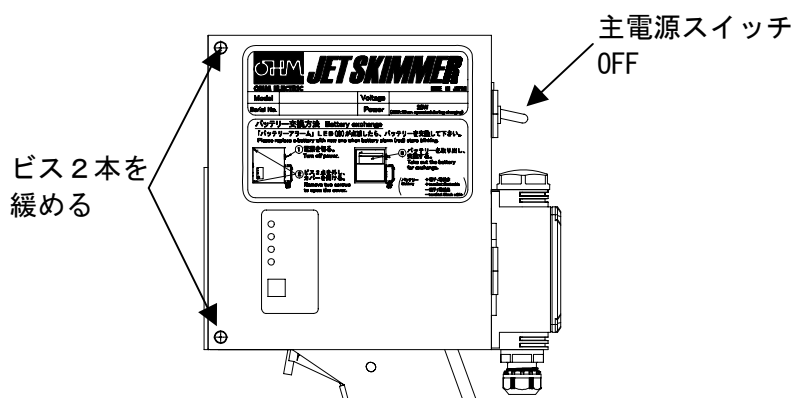

図5
- ①主電源スイッチをOFFにします。
- ②図5に示す制御ボックスカバーのビスを2本緩めます。
- ③制御ボックスカバーを開けます。制御ボックスカバーを開ける時に内部の配線を引っ張らないように注意して下さい。
- ④バッテリーを取り出し、バッテリーの+、-端子に接続されている配線を外します。